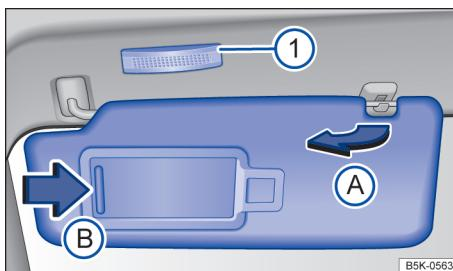

Fig. 83 Para-sol.
- Retirar o para-sol cuidadosamente do suporte segurando a base de fixação e virar na direção das portas → Fig. 83 (A).
No para-sol rebatido para baixo encontra-se um espelho de cortesia atrás de uma cobertura. Ao abrir a cobertura → Fig. 83 (B) uma lanterna se acende (1).